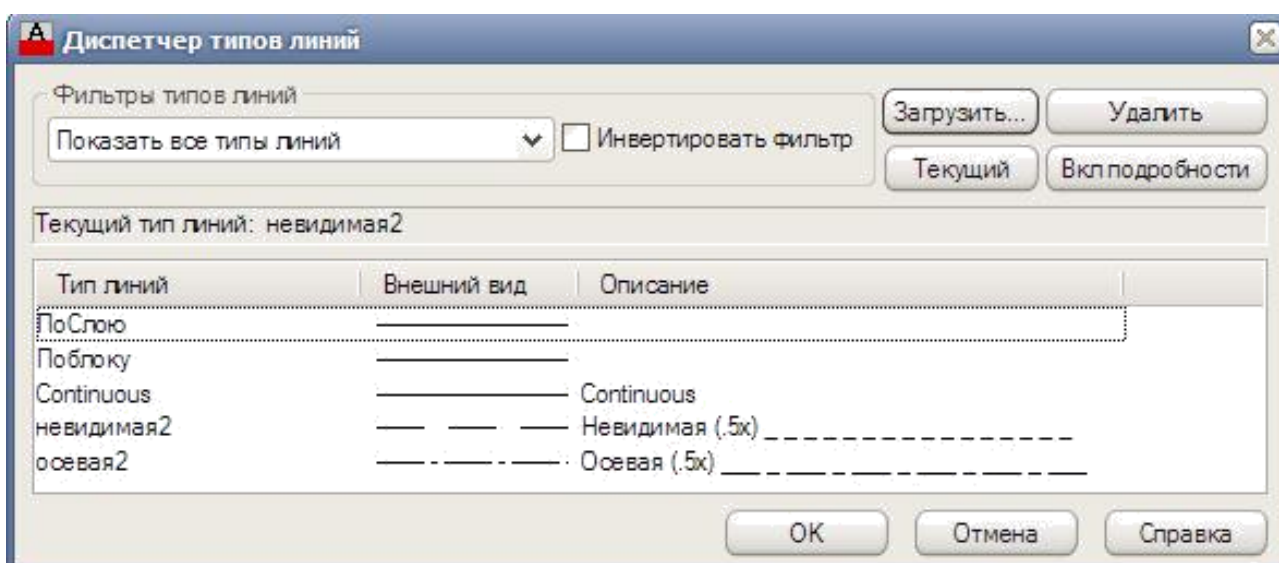

Рис. 1.8. Окно **Диспетчер типов линий (Line type Manager)**
2. В открывшемся диалоговом окне **Диспетчер типов линий (Line type Manager)** щелкнуть на кнопке **Загрузить (Load)** (рис. 1.8).
3. На экране появится окно **Диспетчер типов линий (Line type Manager)**, в котором рекомендуется выбрать линии **невидимая2 (Hidden(2x))** и **осевая2 (Center (2x))** (рис. 1.8). Можно выбрать другие типы линий, позволяющих получать изображение штриховой и штрихпунктирной линий.